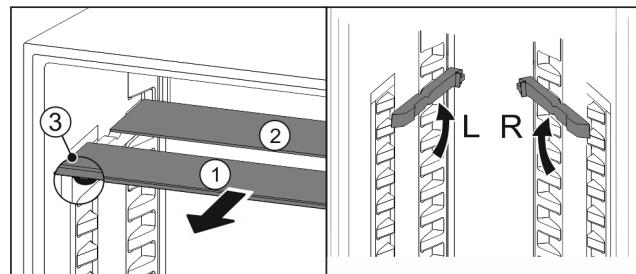

Fig. 59
- Sortir les tablettes par l'avant Fig. 59 (1).
- ▷ La tablette Fig. 59 (1) avec bordure décorative est située à l'avant.
- ▷ Les butées Fig. 59 (3) sont orientées vers le bas.